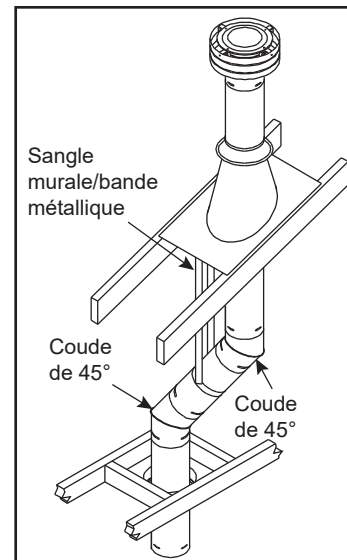

Figure 3.35
2. Si un dévoiement est nécessaire dans le grenier pour éviter des obstacles, le conduit doit être supporté pour éviter de soumettre les coudes à des forces excessives. Des sangles murales ou des bandes métalliques peuvent être utilisées à cette fin (figure 3.35).
2. Une fois la position du centre déterminée, découpez un trou de 152 mm (6 po) de diamètre dans la maçonnerie. Attention, si le trou est trop grand, le rétroconnecteur peut ne pas être monté correctement. Si le trou est trop petit, il est possible que l'appareil manque d'air d'admission. Si le mur de maçonnerie est recouvert d'un mur avec une charpente, pratiquez-y une ouverture carrée de 254 mm (10 po) de côté (centrée sur le trou de 152 mm [6 po] dans le mur de maçonnerie). Si le mur est seulement recouvert de panneaux de plâtre (sans montants), vous devrez quand même y pratiquer un trou de 254 mm (10 po), mais celui-ci n'a pas besoin d'être encadré. Cela permet d'installer le rétroconnecteur directement sur le mur de maçonnerie et d'obtenir les dégagements adéquats par rapport aux matériaux combustibles (figure 3.35).